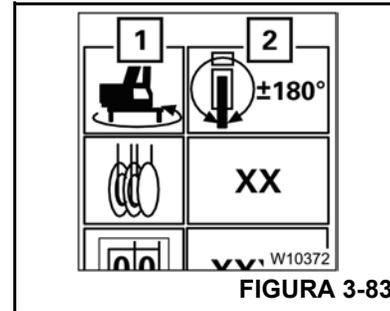

FIGURA 3-83
Símbolo (1, Figura 3-83) de color verde. Presione los botones repetidamente hasta que la pantalla (2) indique la gama de giro requerida, por ejemplo, 360°.